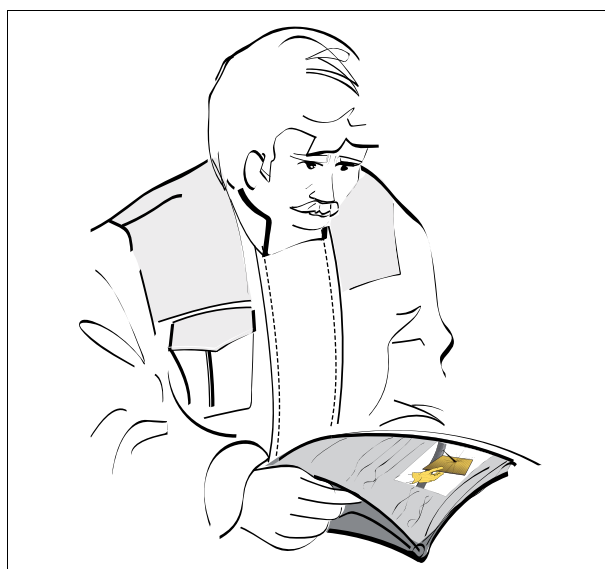

Fig. 1.
- Ha lest og forstått hele denne boken – kontakt alltid en forhandler så snart det er noe du lurer på eller ikke forstår fig. 1.